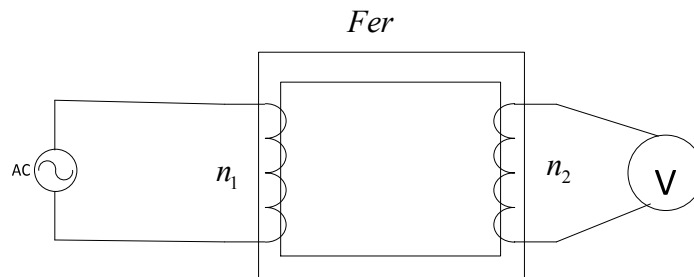

Figure-2
-Réaliser le montage de la figure-2-